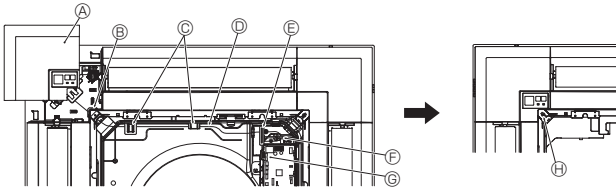

Fig. 9-9
9.4.5. Sinyal alıcısının takılması (Fig. 9-9)